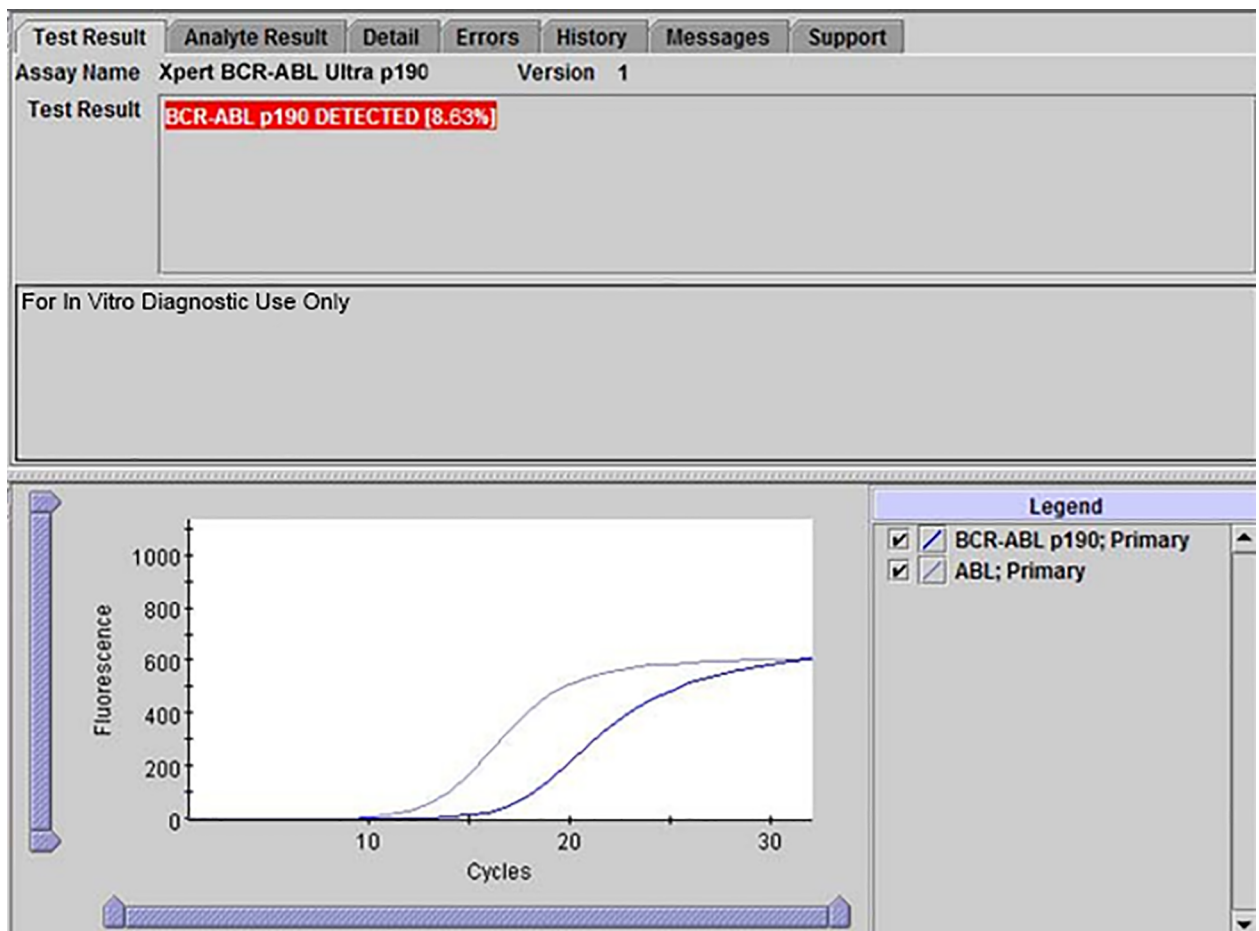

Figure 2. Fenêtre Afficher les résultats (View Results) du GeneXpert Dx
**Résultat :** **BCR-ABL p190 DÉTECTÉ [8,63 %] (BCR-ABL p190 DETECTED [8.63%])**. Voir Figure 2.